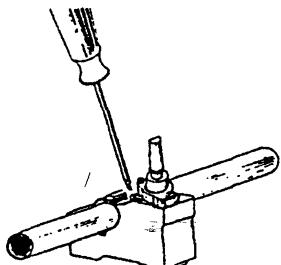

fig. 9
2. Haal de knop van de betreffende gaskraan af en draai met een schroevendraaier aan de Schroef (fig. 9).
2. Retirar o botão da torneira do gás correspondente, inserir uma chave de fendas no parafuso (fig. 9).
- Fjern gashanens håndtag. Anbring en skruetrækker i skruen (fig. 9).
- Ta bort vredet på aktuellt gaskran och för in en skruvmejsel i skruven (fig. 9).